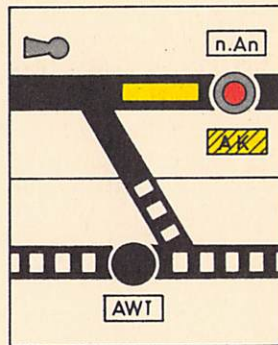

Bild 57
- (1) Die Ausfahrzugstraße für die Bedienungsfahrt wird durch Bedienen der Zugstraßentaste am Ausfahrsignal und der Zugstraßentaste an der Ausweichanschlußstelle eingestellt; der Anschlußkennungsmelder dieser Ausweichanschlußstelle blinkt gelb (vgl. Bild 57).